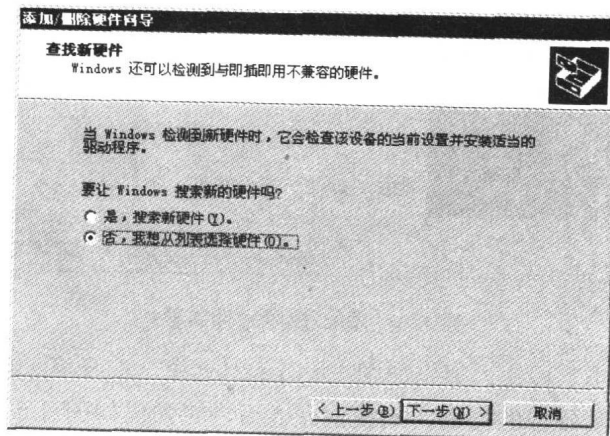

图 1.6 添加/删除硬件向导4
- (4) 选择【添加新设备】选项，再单击【下一步】按钮，系统弹出如图 1.6 所示对话框，要求用户确定是希望系统自己进行硬件设备的搜索安装，还是由用户自己进行安装。